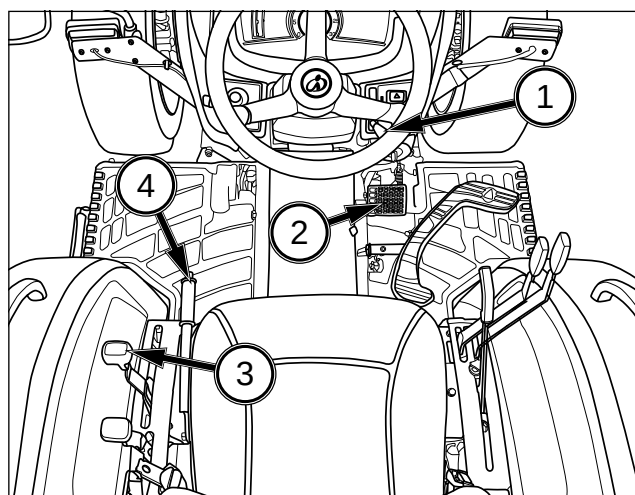

FIG. 49
FIG. 49 : Pour arrêter le tracteur, déplacez le levier d'accélérateur (1) vers l'arrière pour réduire le régime moteur et la vitesse de déplacement. Enfoncez la pédale de frein (2) pour arrêter. Positionnez le levier de changement de gamme de vitesse (3) en position Neutre. Verrouillez le levier du frein de stationnement (4).